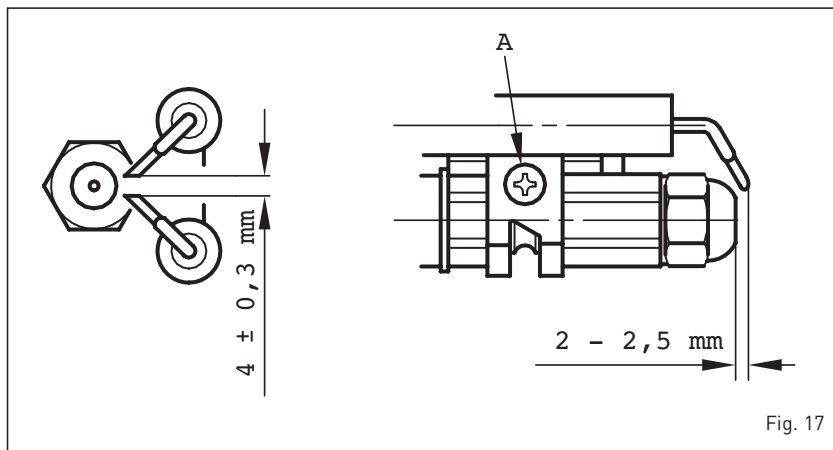

Fig. 17
4.7.2 Limpeza da cabeça de combustão (fig. 17)